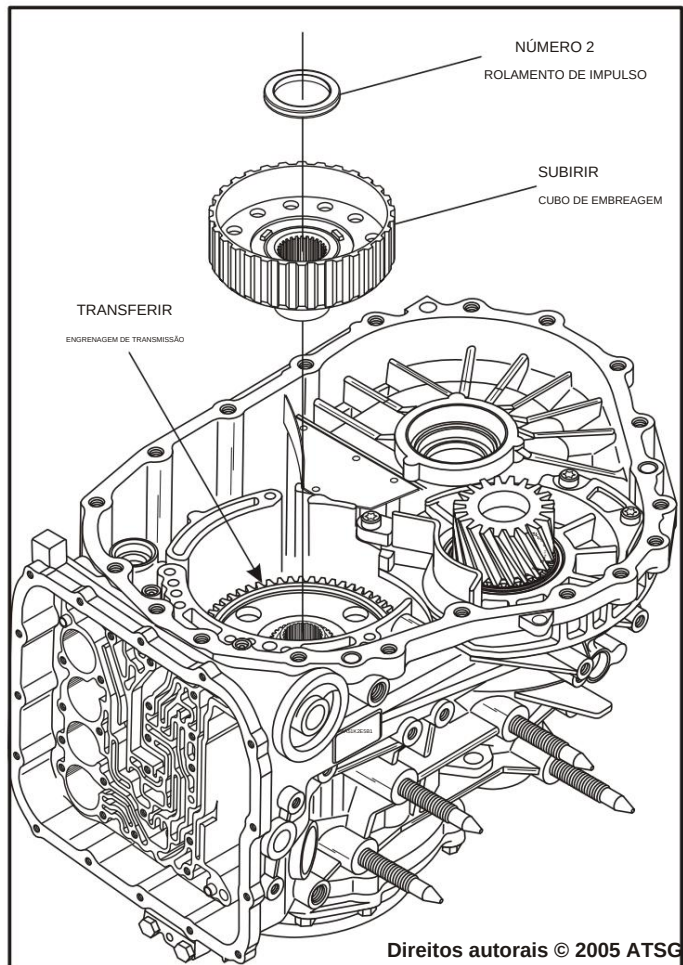

Figura 42
32. Remova o cubo da embreagem underdrive e o número 2 rolamento de impulso, conforme mostrado na Figura 42.